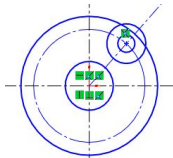

图 2-44 绘制的其他圆
(2) 单击【草图】工具栏中的  【圆】按钮，单击中央创建的【圆】按钮，首先以斜线及圆形构造线的交点为圆心，绘制大、小两个圆，再以坐标原点为圆心，绘制圆形草图，如图 2-44 所示。